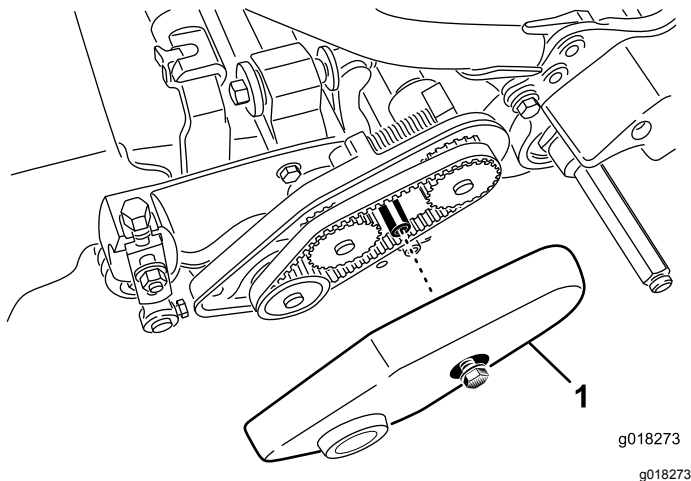

Figure 44
2. Desserrez le boulon à embase qui fixe le couvercle de la courroie et déposez le couvercle pour exposer la courroie (Figure 44).